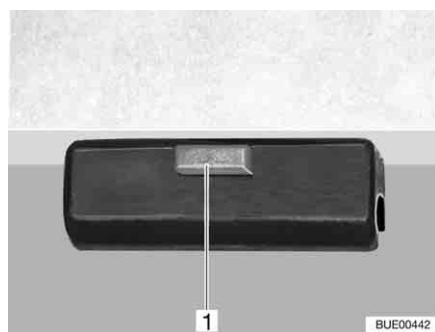

Fig. 74 Bloccaggio
- Aprire il bloccaggio (Fig. 74,1) del piano del tavolo.